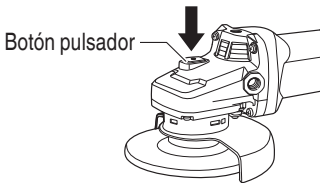

Fig. 10
7. Compruebe el botón pulsador. Cerciórese de que el botón pulsador esté desenganchado, presionándolo dos o tres veces antes de conectar la alimentación de la amoladora. (Fig. 10)